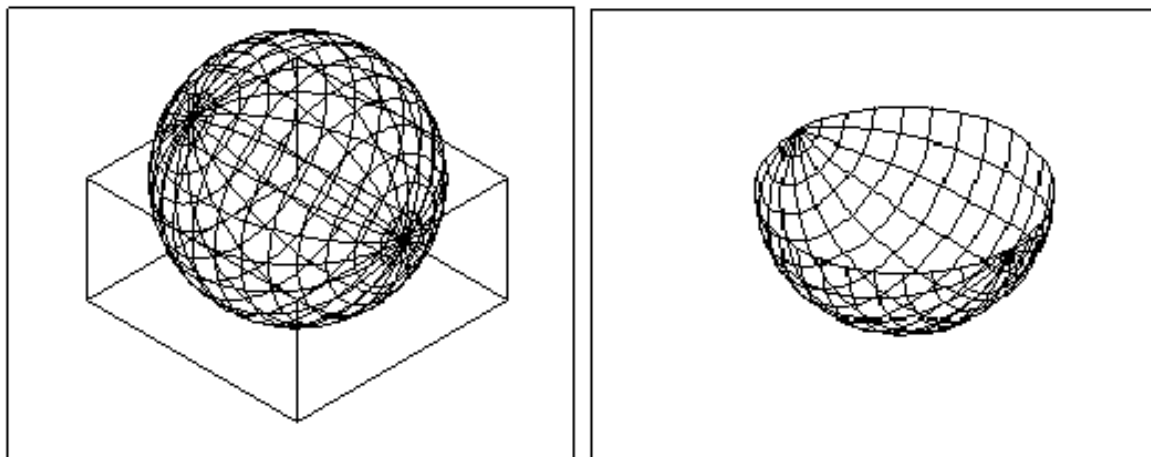

Рисунок 19 - К заданию 2.2.8
2.2.8 Сформировать тело путем пересечения параллелепипеда и шара (рисунок 19).